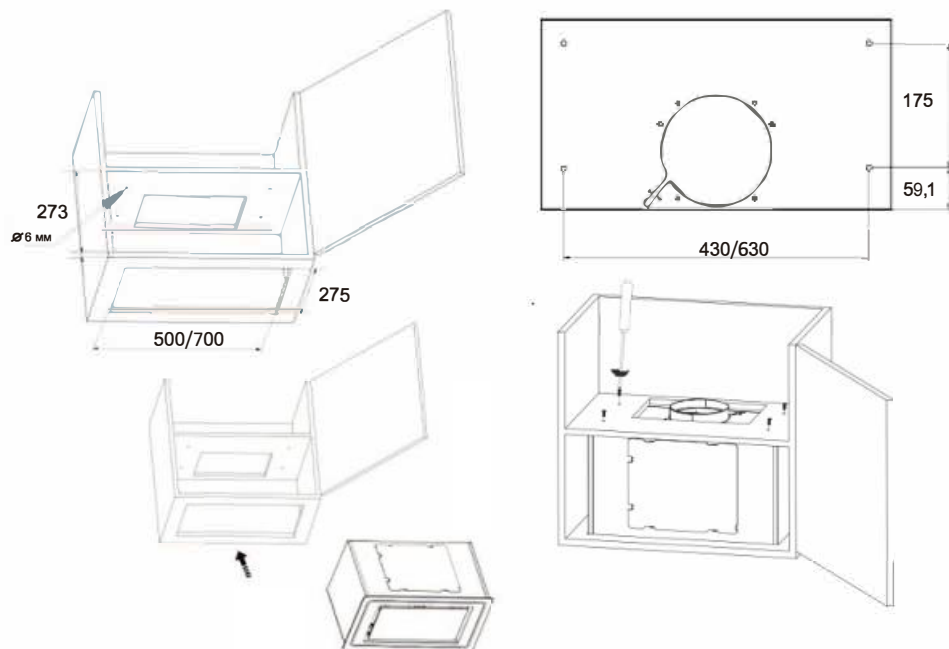

Рис. 8 Схема монтажа вытяжки
1. Перед установкой необходимо сделать отверстие в кухонном шкафу в соответствии с (Рис. 8)
3. Установите вытяжку в кухонный блок с отверстием 500/700x275 мм (Рис. 8.)